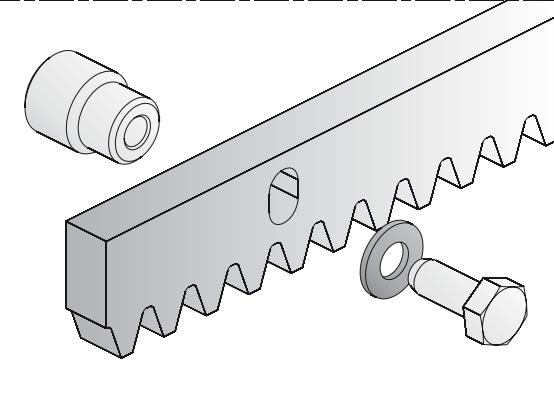

Fig. 9
1. Predisporre la cremagliera (fornibile a richiesta), con le viti TE 8 x 25 e i distanziatori a saldare in dotazione, come da fig.9. Per evitare di saldare sul cancello sono disponibili dei distanziatori passanti zincati con viti di fissaggio TE 8 x 50.